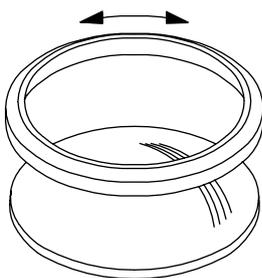

Fig.6-14.2 Mouvement de rodage
3. Roder le nouveau siège sur le secteur sphérique. Ajouter une pâte à roder et frotter le siège et le secteur sphérique l'un contre l'autre, jusqu'à obtention d'une surface de contact mate (→ Fig. 6-14.2).
Cette section se réfère uniquement aux vannes à siège métallique HiCo. Roder le secteur sphérique sur le nouveau siège. Utiliser une pâte à roder et frotter le siège en alternant le sens de rotation, jusqu'à ce que les deux surfaces deviennent matte (→ Fig.6-14.2).